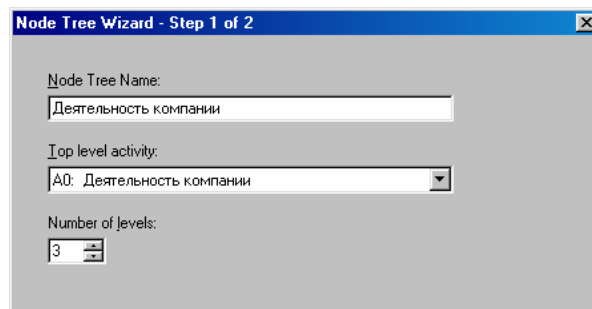

Рис. 61. Первое диалоговое окно гида **Node Tree Wizard**
2. В первом диалоговом окне гида **Node Tree Wizard** внесите имя диаграммы, укажите диаграмму корня дерева и количество уровней (рис. 61). Нажмите кнопку **"Next"** для продолжения работы.